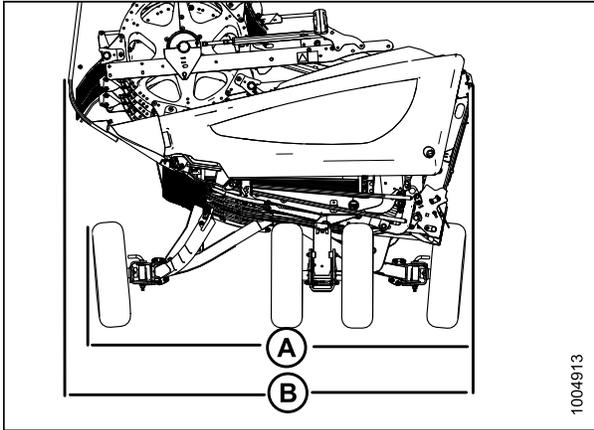

Figure 3.1: Largeur de la plateforme
(B) Grands diviseurs retirés (consultez la figure 3.1: Largeur de la plateforme, page 31)	2500 mm (98 po) -